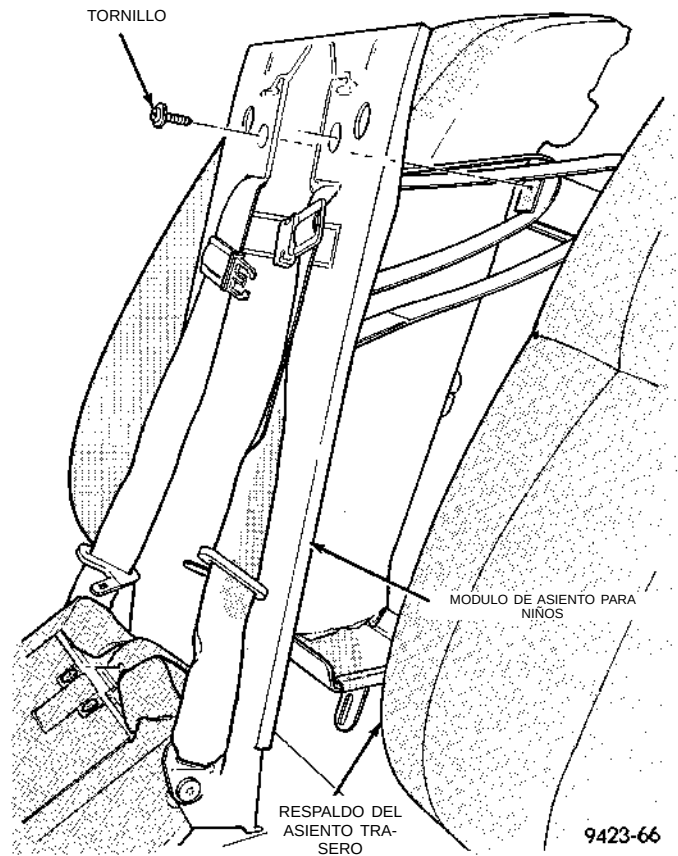

Fig. 5 Módulo de asiento para niños
- (1) Retire el respaldo del asiento trasero del vehículo.
- (2) Deslice el retenedor del cojín inferior de la canaleta en el cojín del asiento para niños.
- (3) Separe el cojín inferior del asiento para niños.
- (4) Retire el forro del módulo de asiento para niños.
- (5) Desacople los sujetadores de presión que fijan el cojín superior al módulo de asiento para niños sobre los cinturones del hombro.
- (6) Retire los tornillos que sujetan la parte superior del módulo de asiento para niños al marco del respaldo del asiento, detrás de los cinturones del hombro.
- (7) Retire los tornillos que sujetan la parte inferior del módulo de asiento para niños al marco del respaldo del asiento (Fig. 5).
- (8) Separe el módulo de asiento para niños del respaldo del asiento.